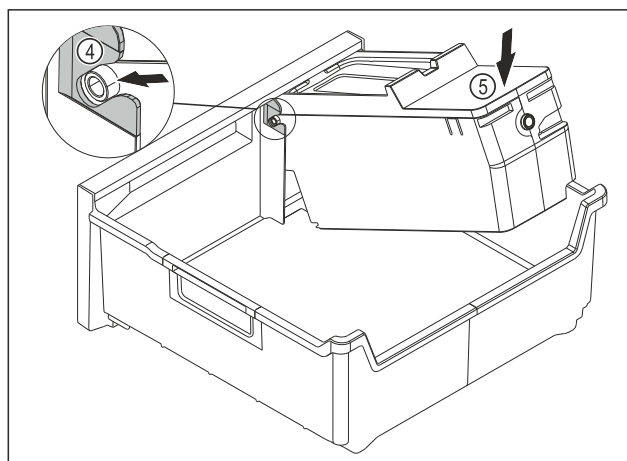

Fig. 175
- Смонтируйте корпус EasyTwist-Ice: Вставьте оси корпуса EasyTwist-Ice в направляющие Fig. 175 (4).
- Вдавите корпус EasyTwist-Ice Fig. 175 (5) вниз.